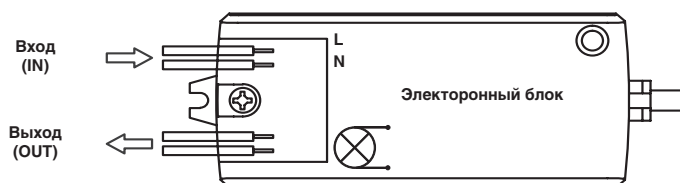

Рис.3
4. Подключите нагрузку к электронному блоку ИК-выключателя (Выход), см. Рис. 3
5. Подключите обесточенные провода от сети ко входу блока управления, соблюдая расположение проводов «фаза» (L) и «ноль» (N)
6. Подключите сетевое напряжение к электронному блоку ИК-выключателя (Вход), см. Рис. 3